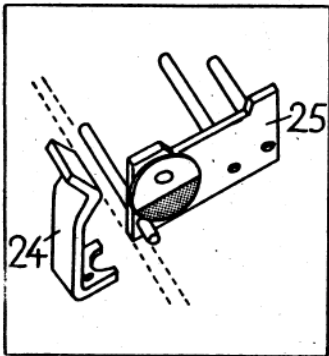

Bild 5
Bild 5: Beachten, daß Gleitfläche von 24 parallel zum Stift steht, damit dieser volle Auflage hat. Wenn nicht, dann Stange mit Teller 23 drehen, bis dies erreicht ist. Die Gleitfläche gut fetten. Nochmals überprüfen, ob **Löcher auf den Warzen (W) sitzen.**
Wenn die rote Marke am Absteller nach unten gedreht ist, wird das in die Membrane einströmende Gas im Schaltschlauch 37 blockiert, (weil dieser Schaltschlauch von den beiden Stiften abgeklemmt wird) das Gas kann also nicht ausströmen, sondern kommt auf Druck. (Betriebsdruck ist 0,4 atü). Dadurch wird Teller mit Stange 23 hochgedrückt, zugleich wird auch die Zündwippe 127 hochgeschoben. Das geht solange, bis das ebenfalls hochsteigende Kurvenstück 24 über den Stift an der Stiftplatte 25 (siehe Bild 5) gelaufen ist. Dann schaltet die Stiftplatte 25 sofort um. Das Gas kann nun frei aus der Membrane ausströmen, weil die Blockierung des Schaltschlauches gelöst ist. Wenn der Druck aus der Membrane gewichen ist, gehen die zuvor hochgedrückten Elemente Teller mit Stange 23, Kurvenstück 24, Zündwippe 127, nach unten. Zugleich aber schaltet die Stiftplatte 25 wieder um. In diesem Moment wird die Zündklinke 26 (welche jetzt die Wippe 127 kurz vor dem Aufschlag abgebremst hat) hochgeschlagen. Der jetzt stattfindende Aufschlag des Hammers auf das Zündelement erzeugt den Funken, der an den Elektroden der Zündkerze überspringt, wenn die Masseleitung mit der Kerze verbunden ist. Abstand der Elektroden mindestens 2 mm.